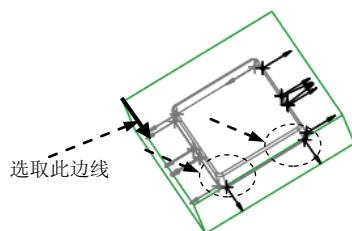
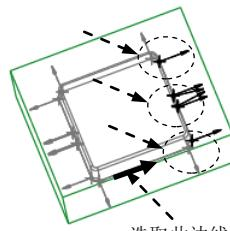

图 3.9 定义延伸点集 (三)
图 3.10 定义延伸点集 (四)
(4) 定义延伸点集 3。
① 在“延伸控制”对话框中单击 **添加** 按钮；按住 Ctrl 键，选取图 3.9 所示的两个点，然后单击“选择”对话框中的 **确定** 按钮；选择 **Done (完成)** 命令。
② 在系统弹出的 **▼ GEN SEL DIR (一般选取方向)** 菜单中选择 **Crv/Edg/Axis (曲线/边/轴)** 命令，然后选取图 3.9 所示的边线；接受图 3.9 所示的箭头方向为延伸方向，选择 **Okay (确定)** 命令(若方向相反，应先单击 **Flip (反向)** 命令，再单击 **Okay (确定)** 命令)。
(5) 定义延伸点集 4。
① 在“延伸控制”对话框中单击 **添加** 按钮；按住 Ctrl 键，选取图 3.10 所示的六个点，然后单击“选择”对话框中的 **确定** 按钮；选择 **Done (完成)** 命令。
② 在系统弹出的 **▼ GEN SEL DIR (一般选取方向)** 菜单中选择 **Crv/Edg/Axis (曲线/边/轴)** 命令，然后选取图 3.10 所示的边线；调整箭头方向如图 3.10 所示。选择 **Okay (确定)** 命令，定义了以